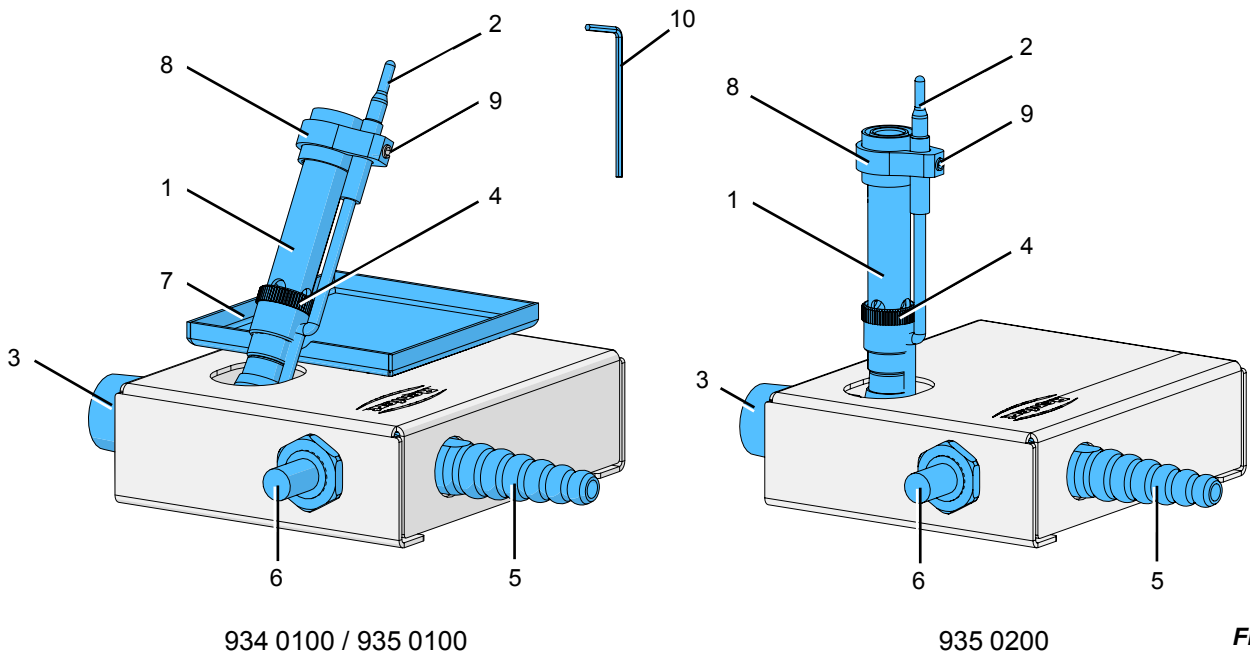

Fig. 1
- ▶ Tubo misturador (1, Fig. 1)
- ▶ Suporte do sensor (8, Fig. 1)
- ▶ Bandeja de coleta (7, Fig. 1)
A bandeja de coleta (7, Fig. 1) pode ser retirada para a limpeza.
- ⇒ Com a chave Allen (10, fig. 1), desenroscar o parafuso de aperto (9) no suporte do sensor (8).
- ⇒ Desenroscar o tubo misturador (1).